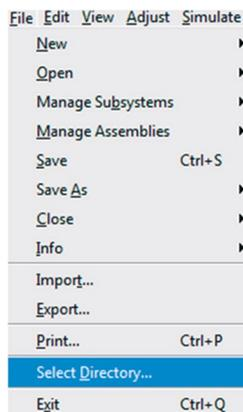

Figura 5.170 – Janela correspondente à seleção do diretório para simulações.
- Acesse o menu *File* → *Select directory* (Figura 5.170).